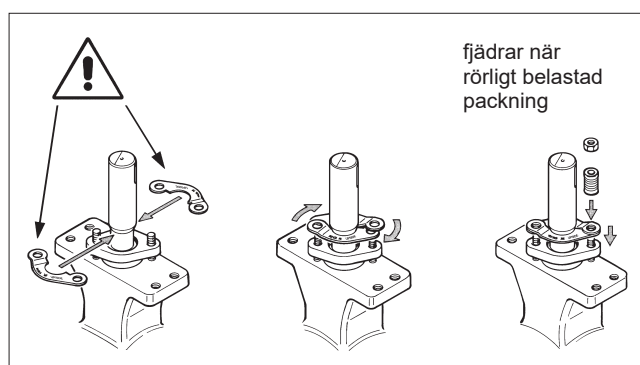
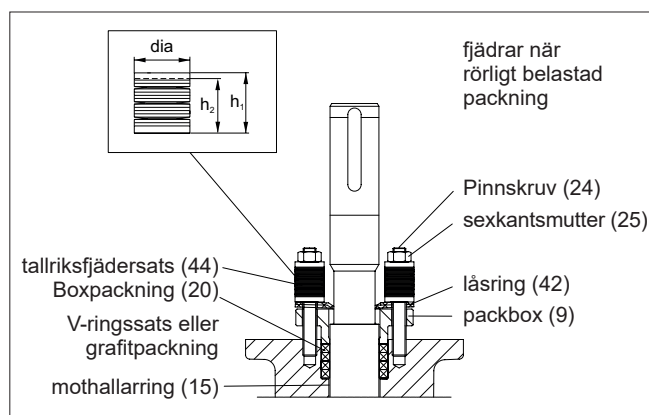

Bild 10 Montera spännplattorna
Bild 11 Boxpackning
- Lossa muttrarna (25) och ta bort spännplattorna (42) och packboxen (9) (se bild 11).
- Ta bort de gamla V-tätningsringarna (20). Skada inte ytorna i tätningsringarnas försänkning eller spindeln.
- Montera spännplattorna med texten UPSIDE uppåt (se bild 10).
- Lossa muttrarna (25) och ta bort tallriksfjädersatserna (TA-Luft) (44), spännplattorna (42) och packboxen (9) (se bild 11).
- Ta bort de gamla tätningsringarna (20). Skada inte ytorna i tätningsringarnas försänkning eller spindeln.